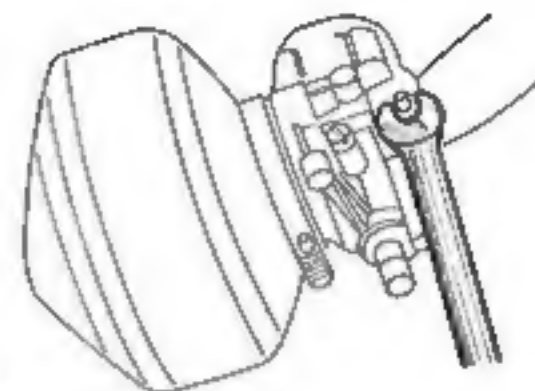

Fig. 1
- Desserrer l'écrou du boulon de la bride de serrage du carburateur (clé de 10 mm) (fig. 1).